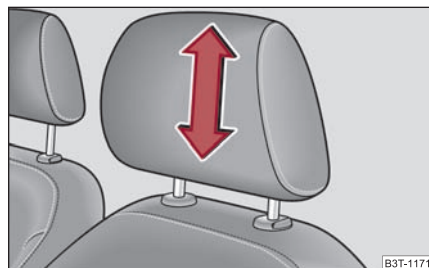

Abb. 81 Kopfstütze einstellen
- Fassen Sie die Kopfstütze seitlich mit beiden Händen an und schieben Sie sie je nach Wunsch nach oben ⇒ Seite 84, Abb. 81.